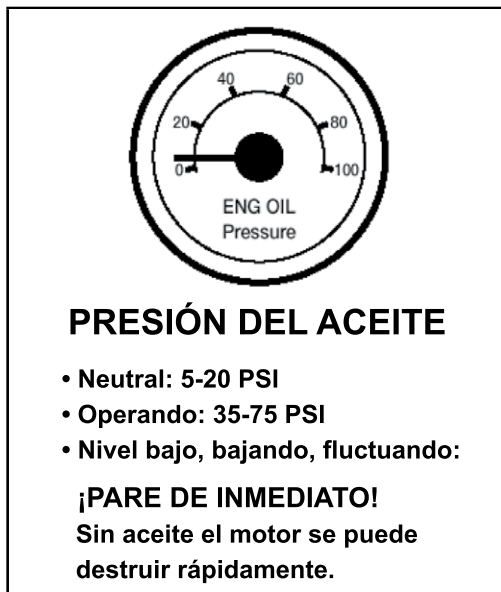

Figura 2.5
- **Presión del aceite.** La presión debe alcanzar el nivel normal unos segundos después de encender el motor. Vea la Figura 2.5.